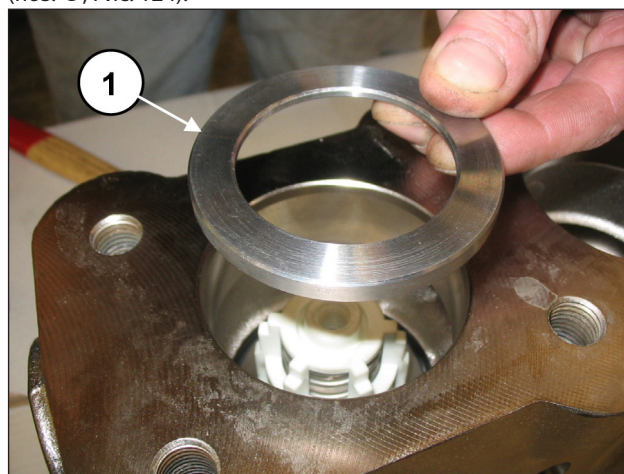
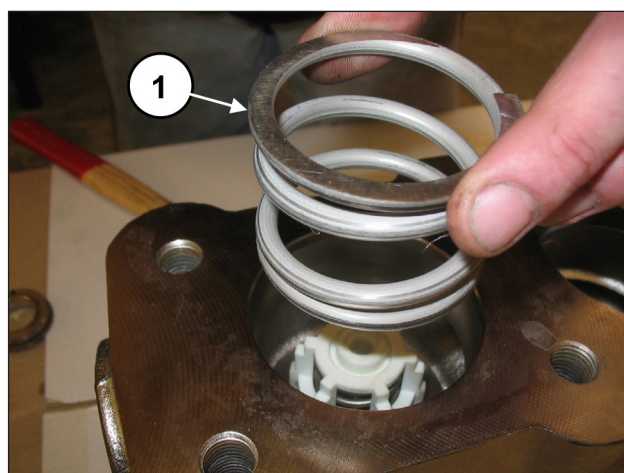

Рис. 123
Рис. 124
Вставьте кольцо седла клапана (поз. ①, Рис. 123) и пружину (поз. ①, Рис. 124).